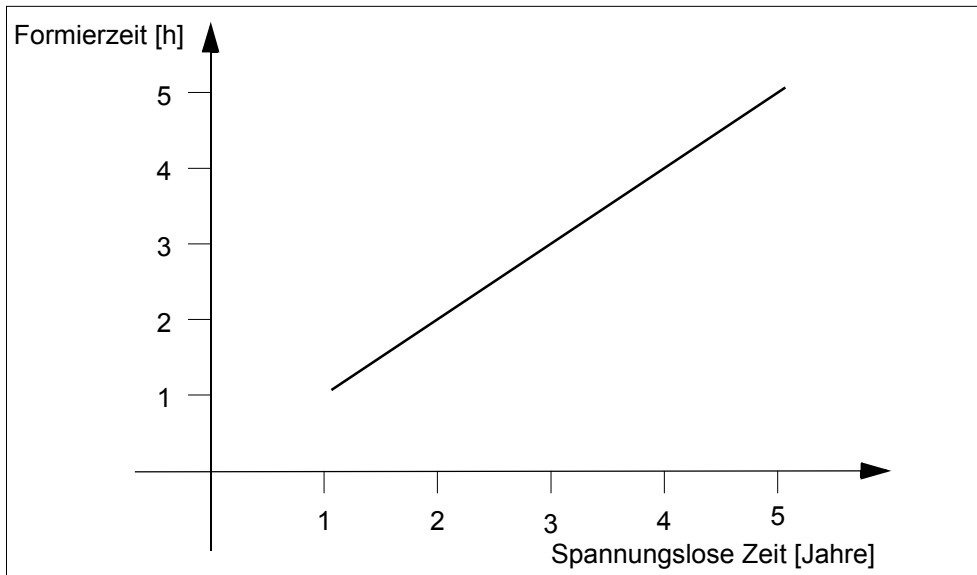

Fig. 11: Formierzeit in Abhängigkeit von der spannungslosen Zeit
- Formierzeit entsprechend der spannungslosen Zeit abwarten (► Fig. 11).